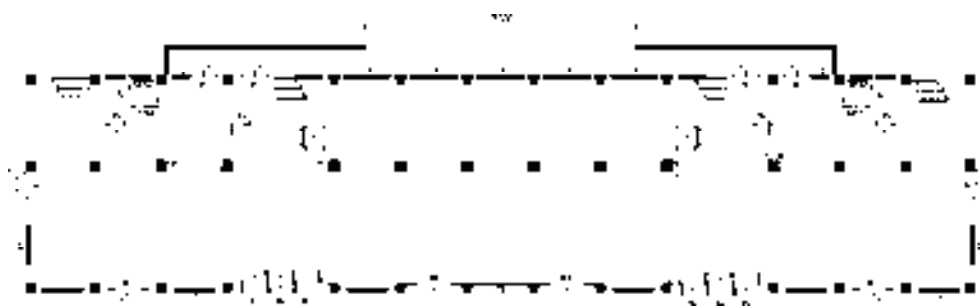

图 15-50 镜像复制坡道及扶手图形
4) 调用“镜像”命令，向右镜像复制坡道及扶手图形，如图 15-50 所示。